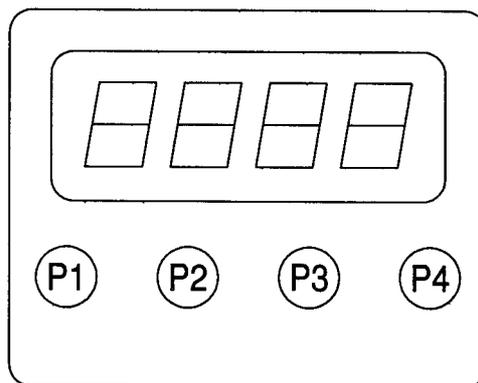

Fig. 3
4.4 REGOLAZIONE ELETTRONICA (Fig. 3)